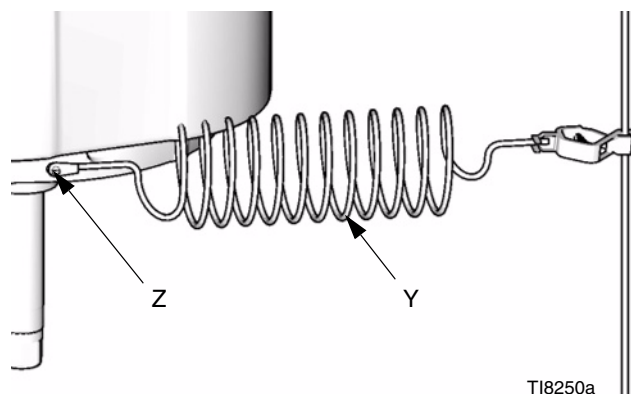

ABB. 1
Pumpe: Benutzen Sie eine Erdungsschraube (Z) und Federringe am Motor um das Erdungskabel 244524 (Y). Die Schraube fest anziehen. Das andere Ende des Erdungsleiters an Erde legen. Siehe ABB. 1.